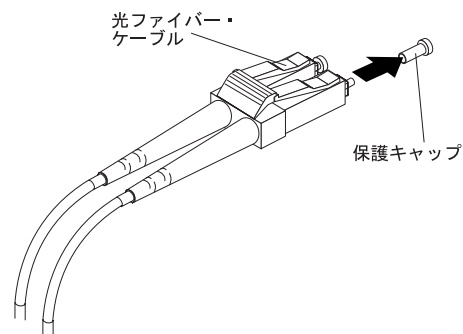

図 34. 光ファイバー・ケーブルからのキャップの取り外し
2. 光ファイバー・ケーブルの先端から保護キャップを取り外します。 図 34 を参照してください。